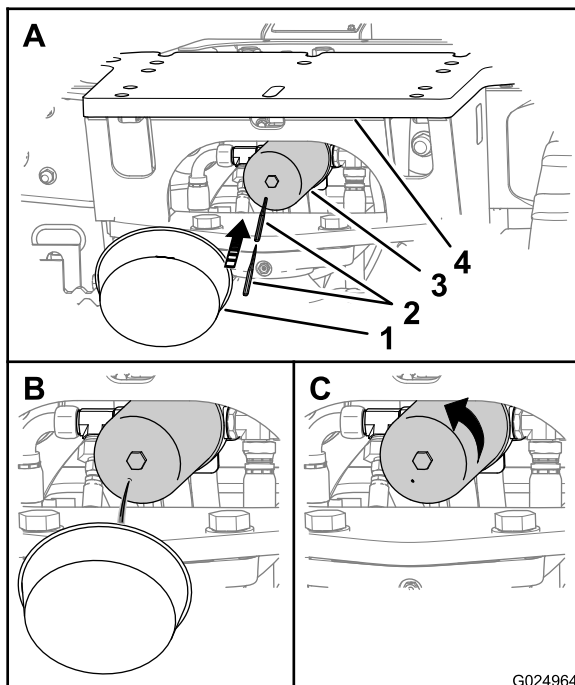

Bild 112
Hinweis: Der Hydraulikrücklaufilter ist von der Unterseite der Heckenbaugerätplatte der Maschine zugänglich (Bild 112).
1. Stellen Sie einen Behälter unter den Hydraulikrücklaufilter (Bild 112).
3. Drehen Sie den Hydraulikrücklaufilter nach links und nehmen ihn ab (Bild 112).
2. Stechen Sie in die Unterseite des Hydraulikrücklaufilters und lassen Sie restliches Hydrauliköl in den Behälter ablaufen (Bild 112).